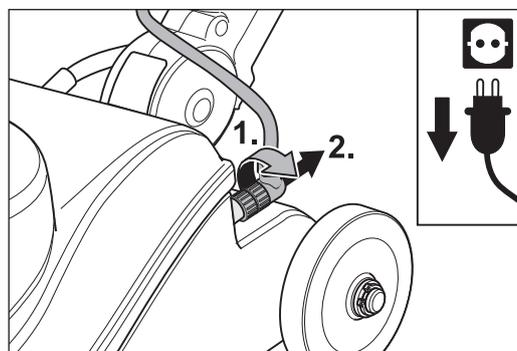

Abb. 28 Kabelstecker des Stielrohres vom Maschinengehäuse abziehen.
- 4 Lösen Sie den Kabelstecker des Stielrohres durch drehen des Gewindinges des Kabelsteckers und ziehen Sie den Stecker ab (Abb. 28).